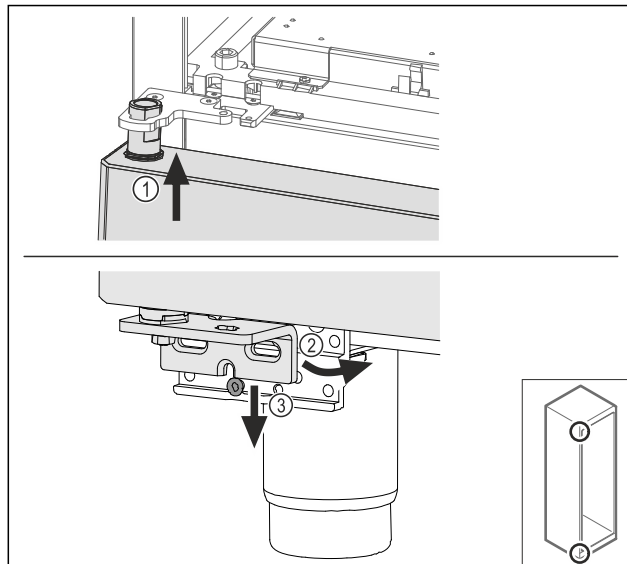

Fig. 64
- ▶ Futni derën të anuar paksa në pjesën lart Fig. 64 (1), vendosni derën drejt Fig. 64 (2) dhe mbështeteni poshtë mbi vidën e bazamentit mbështetës Fig. 64 (3).